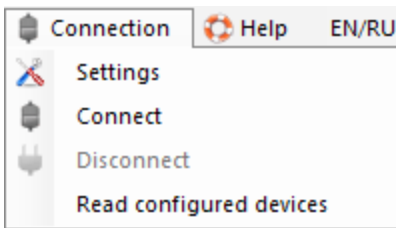

Abb. 9. Menü „Connection“ (Verbindung)
2. Über das Menü **“Connection” (Verbindung)** (Abb. 9) können Sie: